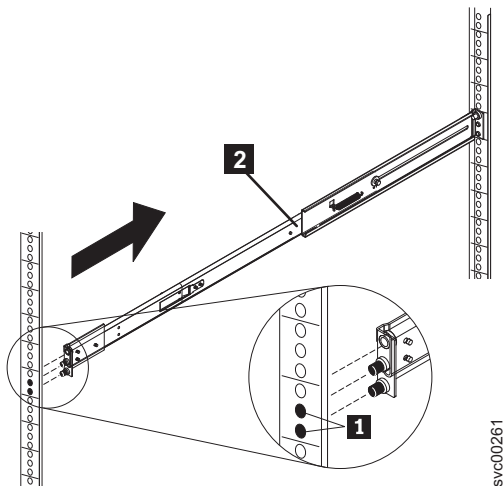

図 46. ラック前面からの右スライド・レールの取り外し
3. 図 46 に示すように、前面のラック・マウント用フランジからレール・ピン **1** を押し出して、右側スライド・レールを短くし、前面フランジからこのスライド・レールを取り外します。次に、右側スライド・レールを前方に引いて、背面のラック・マウント用フランジからこのスライド・レールを取り外します。同じ方法で左側スライド・レールも取り外します。